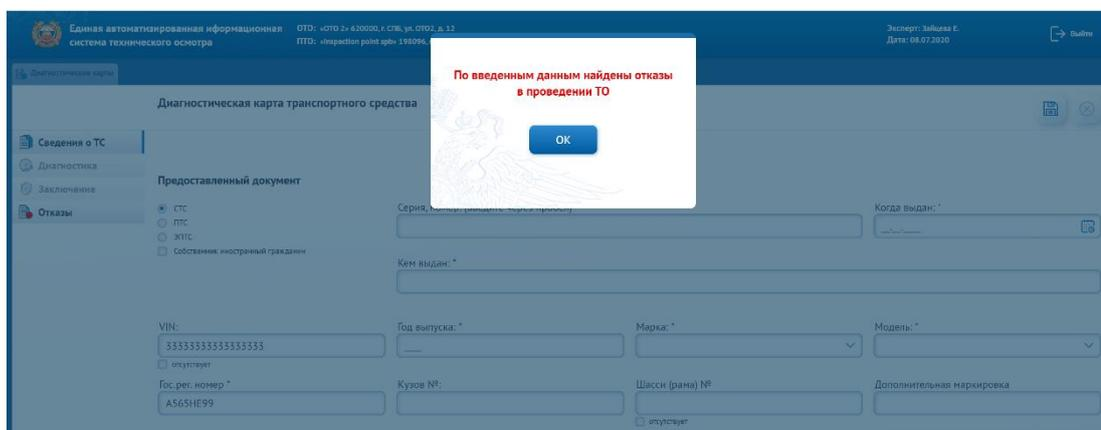

Рисунок 7 – Макет сообщения о найденных отказах в проведении ТО
услуг по проведению технического осмотра, то появится соответствующее сообщение (рис. 7). Если данных об отказах нет, то перейти к п. 12 данной инструкции.
8. Если по введенным данным в ЕАИСТО имеются отказы в оказании услуг по проведению технического осмотра, то появится соответствующее сообщение (рис. 7). Если данных об отказах нет, то